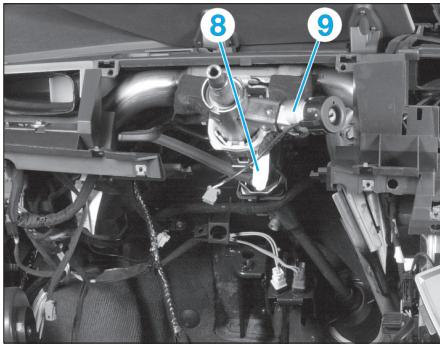

Fig. 6
- En manœuvrant l'habillage (1), positionner les pions (3) en face des orifices (4).
- Déposer le support d'habillage (5) et l'habillage (1).
- Débrancher le connecteur (6) de l'antivol de direction (7) et extraire ce-dernier.
- Dégager le faisceau électrique (8) du contacteur à clé (9) (Fig.6).